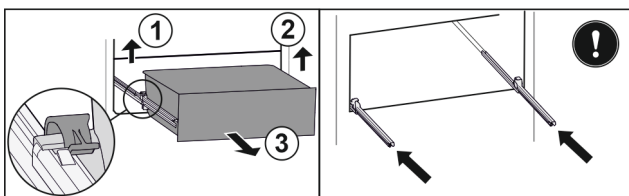

Fig. 84
- ▶ Підняти лівий затискач і одночасно висувний ящик ліворуч потягнути вперед. *Fig. 84 (1)*
- ▶ Підняти правий затискач і одночасно висувний ящик праворуч потягнути вперед. *Fig. 84 (2)*
- ▶ Вийняти висувний ящик рухом вперед. *Fig. 84 (3)*